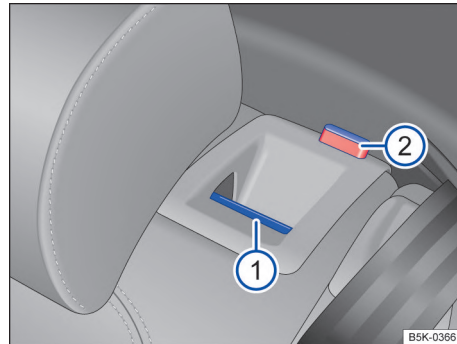

Fig. 66 En el respaldo del asiento trasero: tecla de desbloqueo.
- Tirar de la tecla de desbloqueo → fig. 66 ① hacia adelante y, al mismo tiempo, rebatir el respaldo del asiento trasero hacia adelante.
- La parte de respaldo del asiento trasero estará desbloqueada cuando la marca roja → fig. 66 ② sea visible.
- La marca roja → fig. 66 ② ya no puede ser visible.